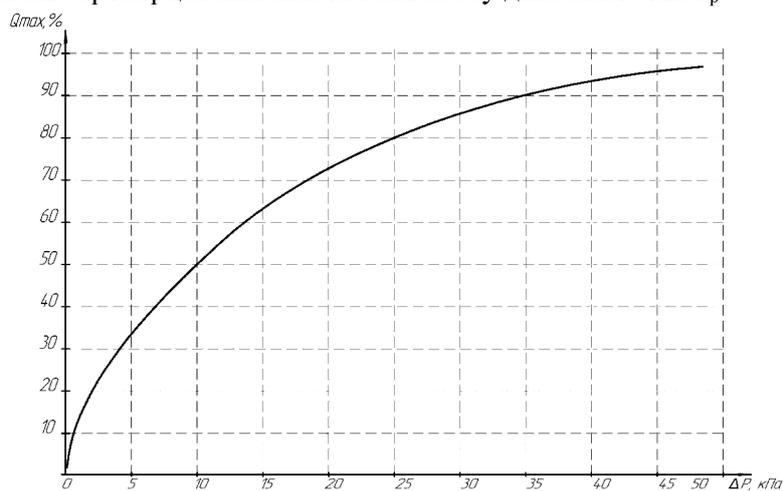

Рисунок 3 – Зависимость расхода (%) от перепада давления (кПа)
1.6.3 Зависимость расхода газа от перепада давления на устройстве формирования перепада давления является стандартной характеристикой для каждого расходомера (рисунок 3).